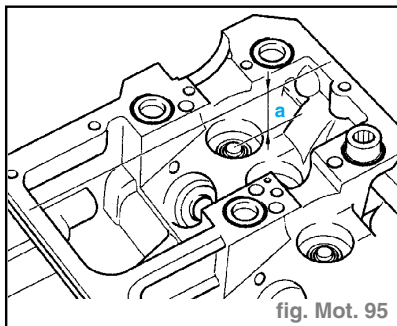

fig. Mot. 95
- Mesurer l'écart (a) entre l'extrémité de la tige de soupape et le rebord supérieur de la culasse (fig. Mot. 95)